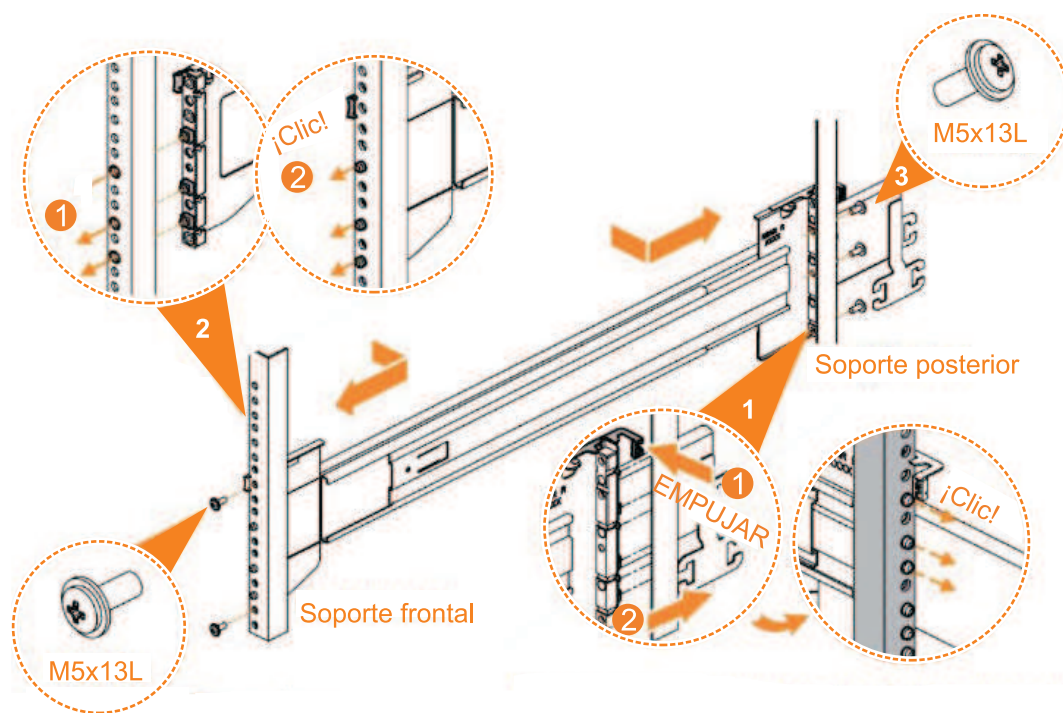

Figura 58. Instalación del conjunto de rieles en el marco de bastidor
6. Utilice los tornillos M5 para instalar el miembro de riel externo y el conjunto de piezas de sujeción en el bastidor, como se muestra en la Figura 58.